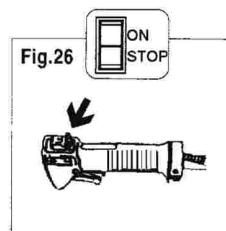

Fig.27
2) Soulever le levier d'air à droite du couvercle du carburateur (fig. 27) et le mettre en position .